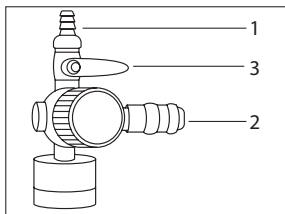

Рис. 4
На выходе из компрессора предусмотрены штуцера двух типов: «елочка» (Рис. 4, п. 1) и быстросъемный (Рис. 4, п. 2).
К инструменту, подключенному к быстросъемному штуцеру, воздух поступит автоматически. Для подачи давления к инструменту, подключенному к штуцеру типа «елочка», откройте шаровой кран (Рис. 4, п. 3).
Рабочее давление на выходе может изменяться непосредственно в процессе работы регулятором (Рис. 1, п. 6). Также можно отрегулировать расход воздуха отдельно только у инструмента, подключенного к штуцеру посредством регулировки положения крана (Рис. 4, п. 3).
**ПРИМЕЧАНИЕ! При работе одновременно двумя инструментами следует помнить, что давление в обоих инструментах будет одинаковым, а расход воздуха будет распределяться пропорционально соотношению проходных сечений инструментов или выходных штуцеров в случае регулирования расхода воздуха краном, т.е. при увеличении расхода воздуха через штуцер (Рис. 4, п. 1) будет уменьшаться расход воздуха через штуцер (Рис. 4, п. 2), и наоборот.**
- к штуцеру типа «елочка» – закройте кран (Рис. 4, п. 3), ослабьте хомут (если установлен), смените шланги инструмента, снова затяните хомут и откройте кран, установив необходимый расход воздуха;